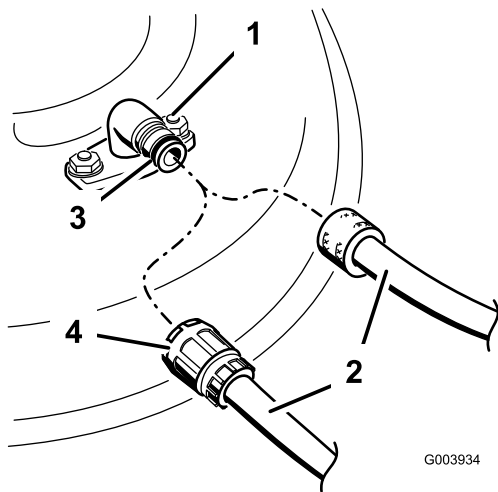

Рисунок 77
3. Подсоедините шланговую муфту к концу штуцера промывки газонокосилки и установите регулятор подачи воды в положение большого расхода (Рисунок 77).